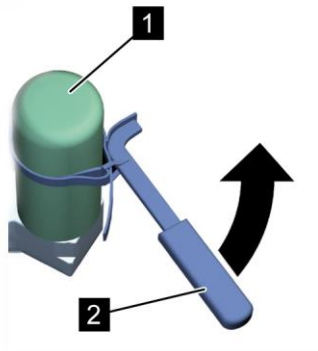

图 39：松开油细分离器
5. 用皮带扳手(图 39/2)松开并取下油细分离器(图 39/1)。